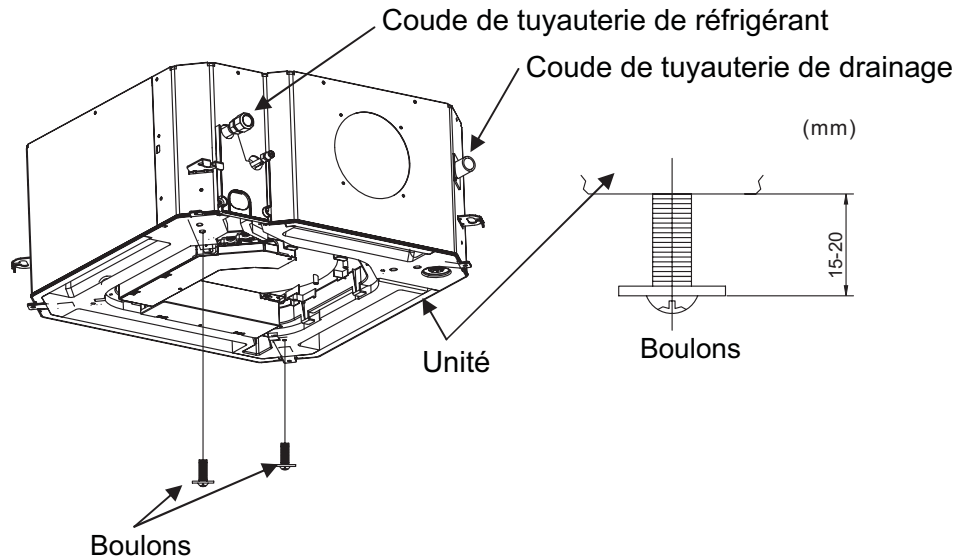

Figure 24
1. Installez deux boulons (accessoire) sur l'unité principale (du côté de la tuyauterie de réfrigérant et du côté opposé). Le détail est indiqué en Figure 24. Faites attention à laisser le boulon 15-20 mm dévissé de manière à pouvoir facilement accrocher le panneau.